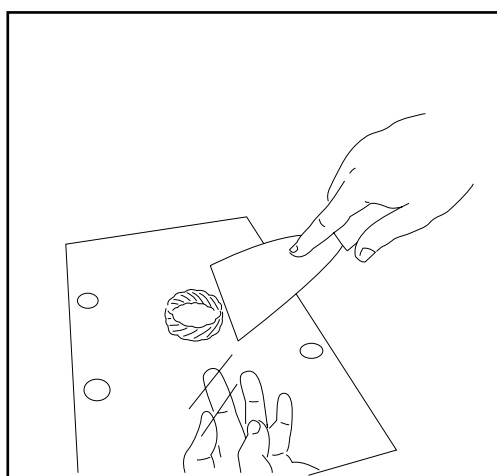

Figure 3.24 Retirez la pièce en utilisant une spatule
- Utilisez une spatule pour les différents bords de la pièce et en effectuant des petits coups, décollez-les petit à petit (fig. 3.24).